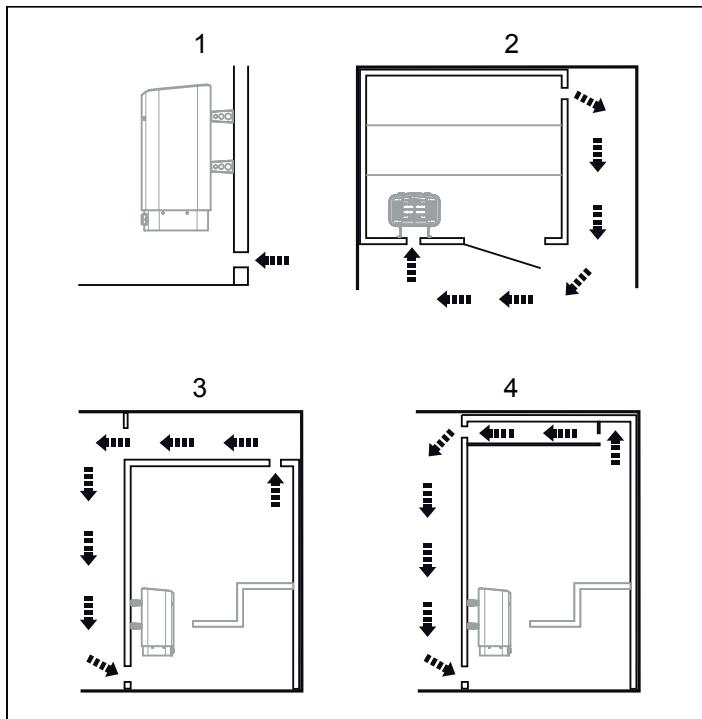

Fig 4: In- och utluftventilens placering
- med maximalt avstånd till inluftventilen, t.ex. i diagonal (se Fig 4).
- högt på väggen eller i taket (se Fig 4).